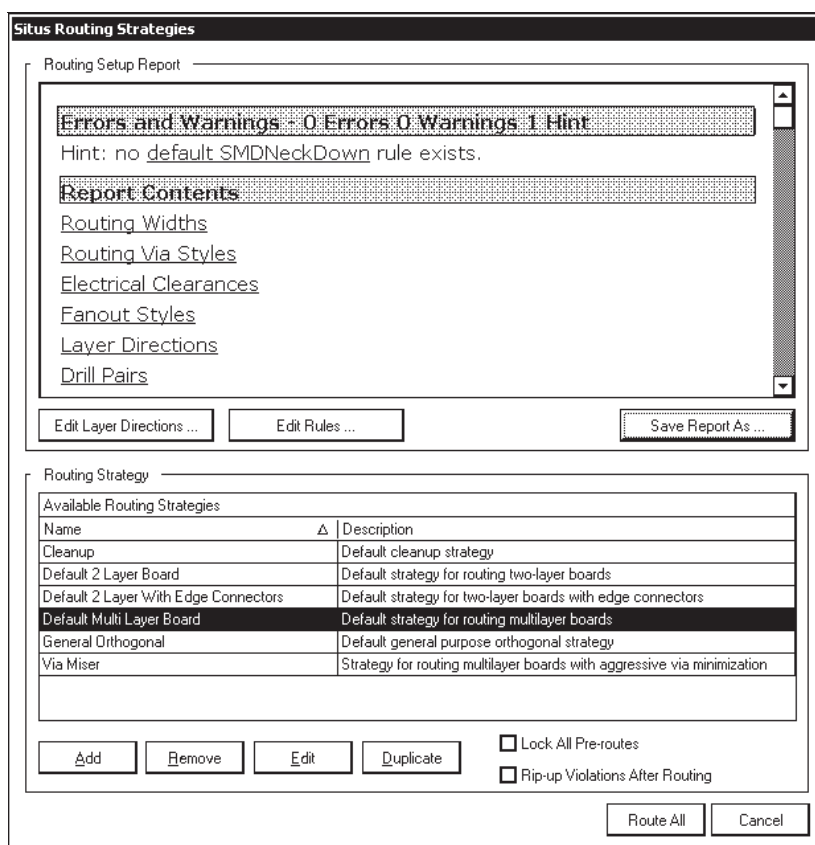

Рис. 6.57. Настройка выбора стратегии автотрассировщика Situs
Командой главного меню **Route | Auto Route | Setup** (Трассировать | Автотрассировка | Настроить) или **Route | Auto Route | All** (Автотрассировать | Все) откройте диалоговое окно настройки стратегии трассировки **Situs Routing Strategies** (рис. 6.57).
В окне настроек автотрассировщика **Situs Routing Strategies** (см. рис. 6.57) имеется область **Routing Setup Report** — отчета о настройке правил, касающихся трассировки печати: ширина проводников, зазоры между элементами печатного рисунка, топология проводников, стиль разводки веером и др. Прокручивая этот список,
- ☐ **All** — трассировка всей платы. Выполняется после настройки стратегии по щелчку на кнопке **Route All** в диалоговом окне **Situs Routing Strategies** (см. рис. 6.57);
Все предварительно разведенные вручную цепи: дифференциальные пары, веерная разводка планарных (SMD) компонентов, другие критические цепи — могут быть защищены от автотрассировки. Для этого следует установить в диалоговом окне **Situs Routing Strategies** (см. рис. 6.57) флажок **Lock All Pre-routes**.
После выполнения всех необходимых настроек кнопкой **Route All** в окне **Situs Routing Strategies** (см. рис. 6.57) дается старт автотрассировки. Трассировка сложной платы с сотнями компонентов и плотной компоновкой может длиться до нескольких часов. По ходу выполнения трассировки в плавающую панель **Messages** выводятся сообщения о последовательности выполнения проходов трассировки и затраченном на это времени. Трассировка может быть приостановлена командой **Auto Route | Stop** и возобновлена повторением команды **Auto Route | All**.